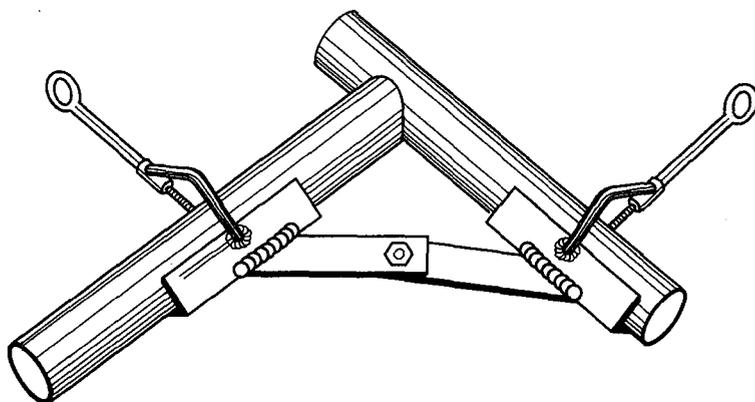

图 1-8 用于焊接钢管的管材角夹具
② 管材角夹具 用于小口径管的焊接装配效果很好, 价格也便宜, 如图 1-8 所示。
③ 手动夹紧的焊接夹具和夹钳 这类工具可用于多种用途, 例如: